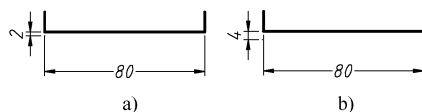

图 9-14 起点偏移量设置示例
- “起点偏移量” 文本框：用于设置尺寸界线的起点与被标注对象的距离，如图 9-14 所示。